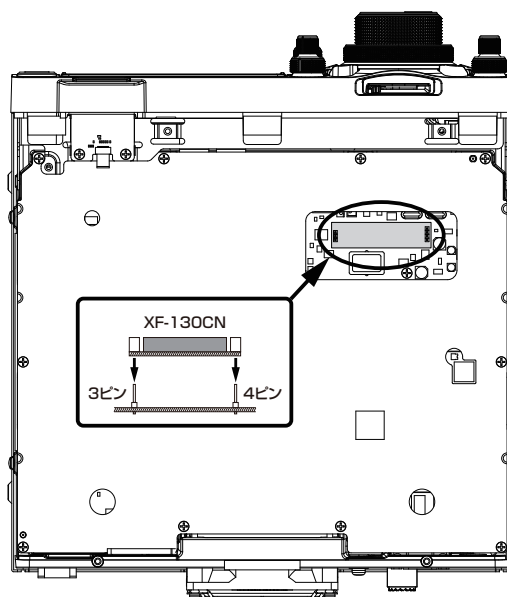

図2
3. 図2で示す基板に、直接 XF-130CN を挿し込みます。